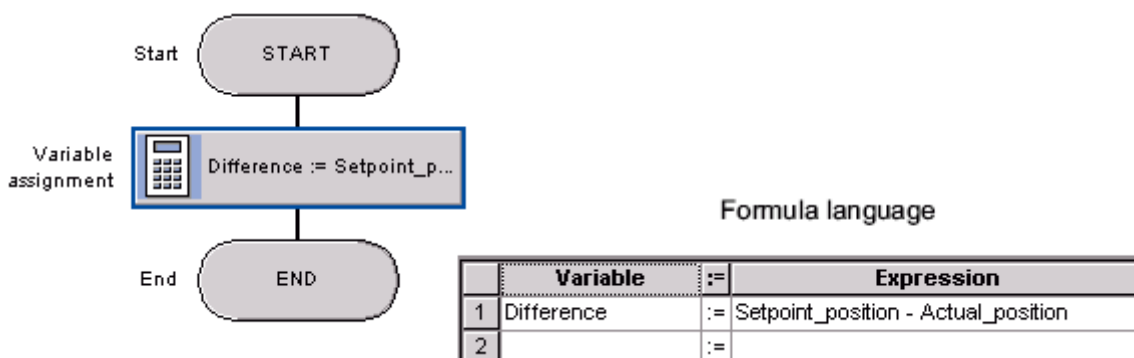

图 4.31 计算跟随误差
(3) 调用变量赋值命令，计算跟随误差，如图 4.31 所示。